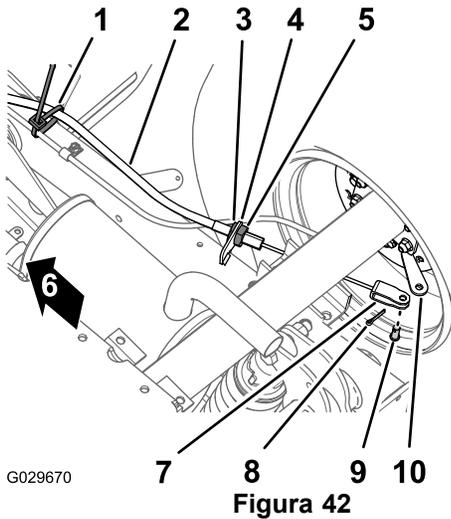

Figura 42
1. Na parte inferior da máquina, retire a abraçadeira que prende o cabo do travão de estacionamento à linha do travão de serviço (Figura 42).
2. Marque a faixa de rotação na porca de bloqueio dianteira para o cabo do travão de estacionamento (Figura 42).
3. Desaperte a porca de bloqueio traseira e retire o cabo do suporte do cabo dos travões (Figura 42).
4. Retire o contrapino e o passador de forquilha que prendem a forquilha para o cabo do travão de estacionamento à alavanca do atuador do travão e afaste o cabo da alavanca (Figura 42).
1. Passe o ajustador roscado do cabo do travão de mão para o suporte do cabo do travão e a forquilha na alavanca do atuador do travão (Figura 42).
3. Alinhe o ajustador roscado do cabo do travão de mão para o suporte do cabo do travão e aperte a porca de bloqueio traseira (Figura 42).